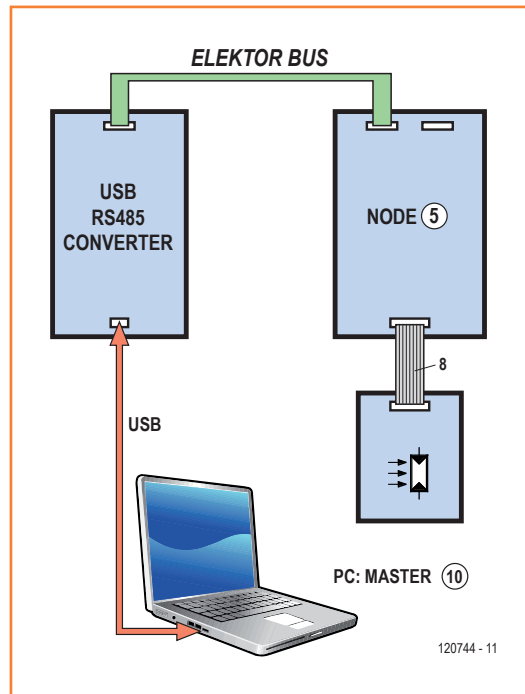

Figure 1.
Le trio électronique-Python-PC se complète bien lorsqu'il s'agit de commander un circuit à l'aide des données envoyées depuis un PC. Il se montre toutefois encore plus efficace lorsqu'il s'agit de transférer et visualiser sur PC des données en provenance de l'extérieur. Pour communiquer avec un matériel externe, nous pouvons utiliser une des interfaces série habituelles ou, lorsque les opérations en jeu sont plus complexes, un bus. C'est ce que nous ferons ici pour récupérer les données d'une carte, que nous représenterons ensuite sur une interface graphique. Comme bus, nous avons choisi l'ElektorBus, passé onze fois sous vos yeux entre janvier 2011 et janvier 2012 [1]. Le matériel utilisé sera celui de l'article *Le bus arrive !* (6) [2], c'est-à-dire un nœud expérimental sous forme de carte avec microcontrôleur, touches et LED. Le nœud se relie au PC à l'aide du convertisseur USB/RS-485 (fig. 1).